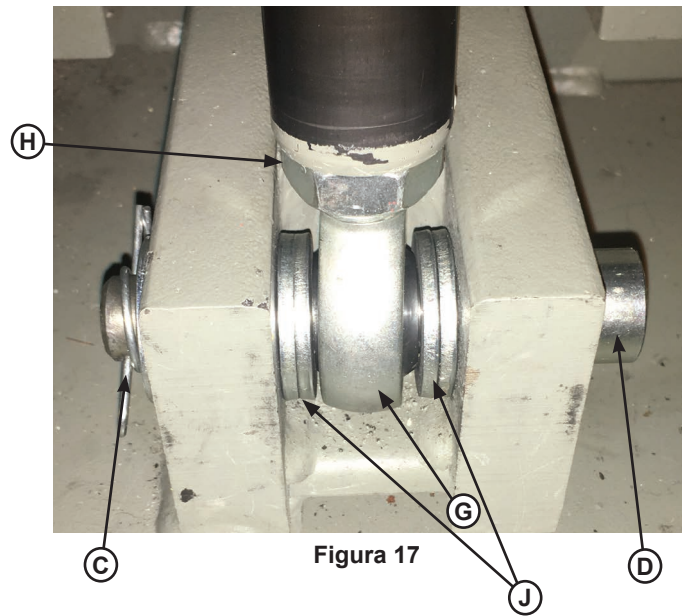
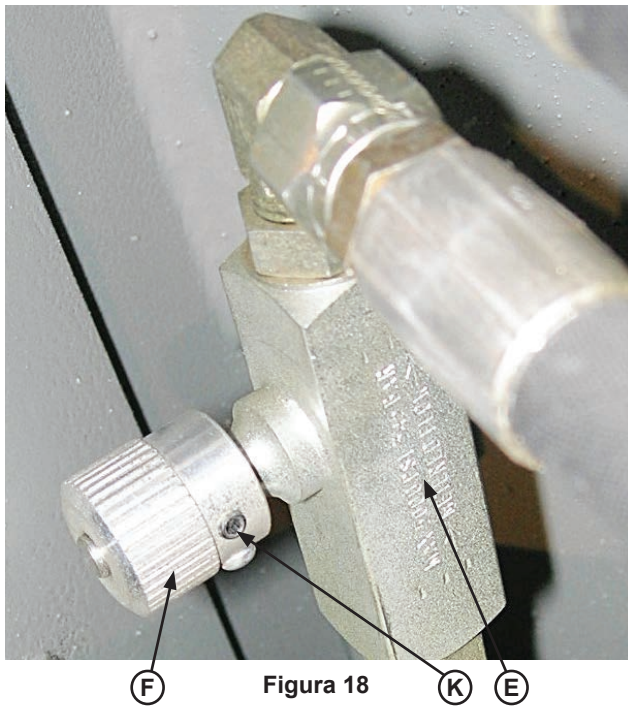
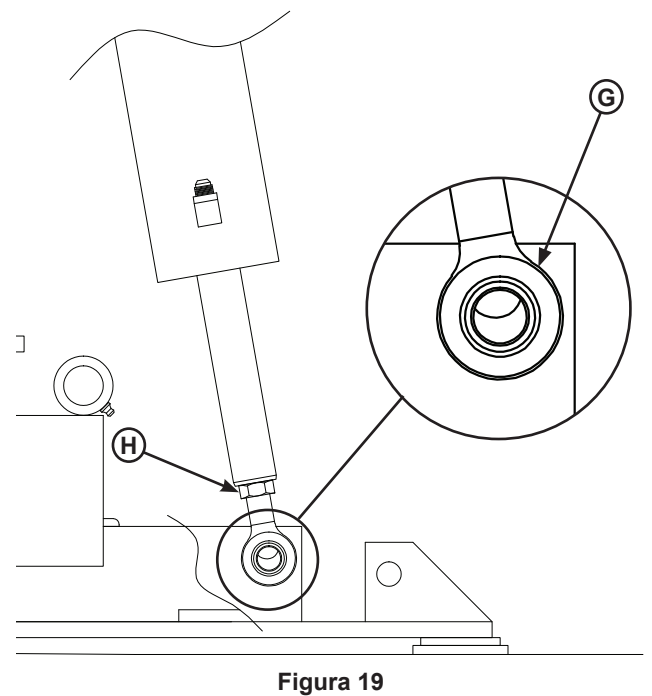

Figura 17
Figura 18
Figura 19
4. Si está conectado, retire el pasador Rue (C) y desconecte el pasador de montaje inferior del cilindro de elevación (D). Consulte la Figura 17.
6. Abra completamente la válvula de control de flujo de velocidad descendente (E), para esto, suelte el tornillo de fijación (K) y gire la perilla (F) hacia la izquierda (consulte la Figura 18). Registre la cantidad de vueltas y el ajuste original.
9. Vuelva a conectar el ojal del vástago del cilindro de elevación (G) a la base del empotramiento o carro con los siguientes pasos:
b. Suelte la contratuerca (H) y ajuste el ojal del vástago (G) de modo que el centro del ojal esté a la mitad hacia abajo del centro del orificio del empotramiento (consulte la Figura 19). Después de ajustar, apriete la contratuerca.
c. Para centrar el ojal del vástago con el empotramiento, toque el botón inferior en el panel de control hasta que el pasador del cilindro (D) se deslice fácilmente a través del muñón y el ojal del vástago.
d. Instale arandelas (J) entre los lados del ojal del vástago y el muñón para limitar el movimiento del ojal del vástago, y bloquee el pasador Rue (C) en su lugar, como se muestra en la Figura 17.
10. Vuelva a instalar el interruptor limitador almacenado (B). Confirme que la luz indicadora AZUL "Leveler Stored" en el panel de control esté encendida.